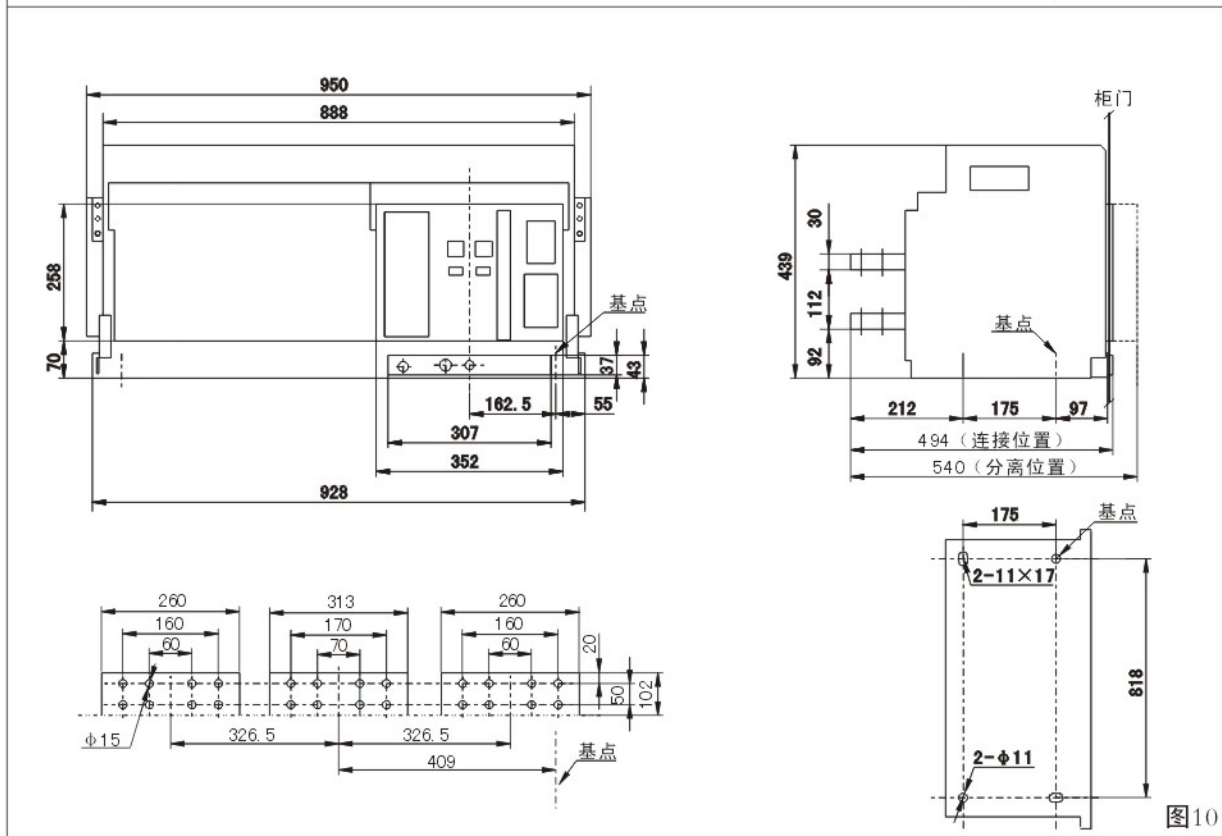

图10
6.4 BYEW1-6300 (5000、6300A) 抽屉式 (三极) 外形及安装尺寸见图10